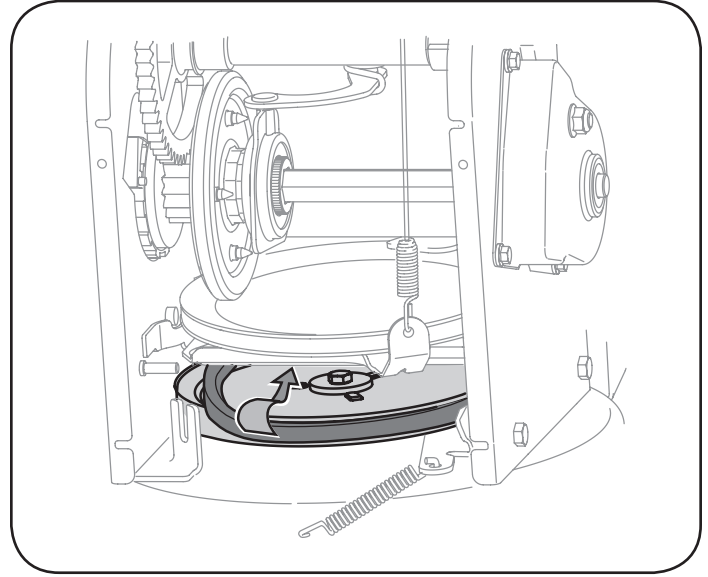

Figura 31
8. Retire la correa de alrededor de la polea de la barrena y deslice la misma entre la ménsula de soporte y la polea de la barrena. Vea la Figura 31.